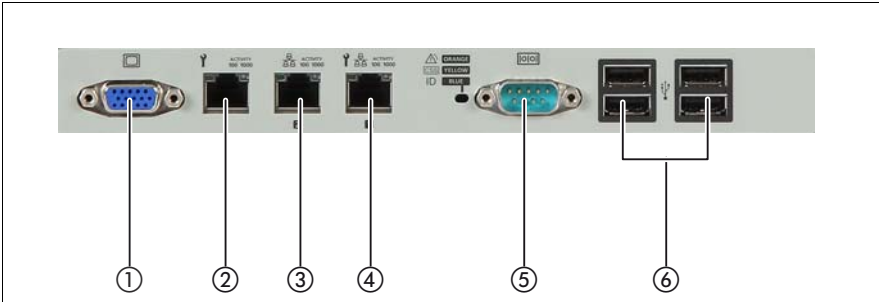

Bild 2: Anschlussfeld an der Rückseite
- Schließen Sie den Bildschirm, die Tastatur und die Maus an die Standardanschlüsse (siehe Tabelle und Bild 2 auf Seite 52) des Servers an.